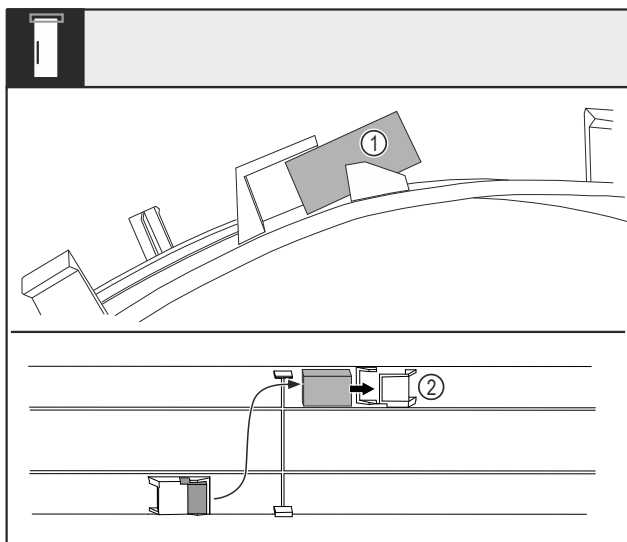

Fig. 15
- ▶ Savinute poklopac i izvucite magnet vrata Fig. 15 (1) iz gnijezda.
- ▶ Umetnite magnet vrata u drugo gnijezdo Fig. 15 (2).